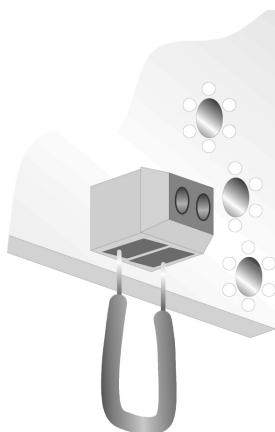

Figura 7. Chiudere l'interruttore manomissione del coperchio.
I segnali dei ripetitori RIP 4.32 sono in "cascata" verso la centrale d'allarme in ordine decrescente. Quindi il numero di identificazione del ripetitore al ripetitore *ricevente* o di *destinazione* deve essere minore del numero di identificazione del ripetitore di quello *trasmittente* o *sorgente*. Ad esempio, il ripetitore "2" riconosce i segnali trasmessi dal ripetitore "3", perché tre è maggiore di due. Il ripetitore "2" non riconosce i messaggi trasmessi dal ripetitore "1" perché uno è minore di due. Fare riferimento all'esempio d'installazione in Figura 7.
- 8) Per disabilitare l'interruttore manomissione del coperchio inserire un ponticello fra i morsetti come indicato nella Figura 7.